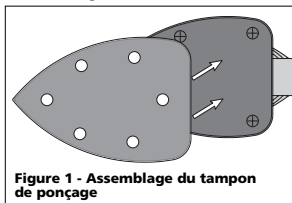

Figure 1 - Assemblage du tampon de ponçage
2. Aligner et positionner le disque de ponçage sur la plaque de presse. Bien presser pour retener en place (voir la figure 1):